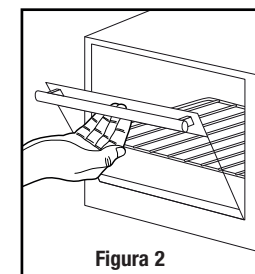

Figura 2
Paso 2. Hale con cuidado hacia abajo la puerta del horno (Ver Figura 2).